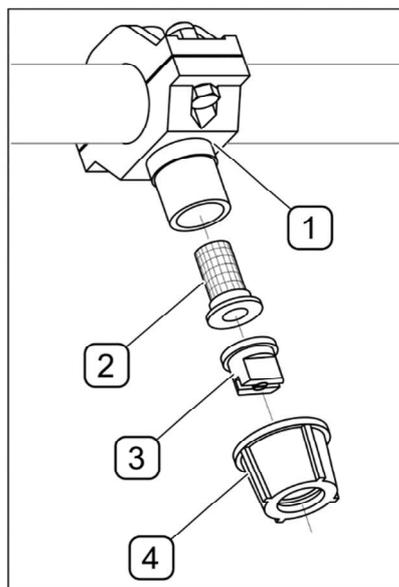

РИСУНОК 5.19Фильтры поливателей
(1) - держатель; (2) - фильтр ; (3) - распылитель; (4) - гайка
В поливальной системе необходимо регулярно контролировать проходимость распылителей и чистоту фильтров (РИСУНОК 5.19). В поливателе имеется сетчатый фильтр (2). Для очистки фильтра необходимо отвинтить гайку (4) вместе с распылителем (3). Фильтр (2) необходимо тщательно промыть или продуть сжатым воздухом. Проверить проходимость распылителя (3). Проверить техническое состояние поливателей и в случае необходимости заменить поврежденные элементы. Перечень элементов поливателей представлен в ТАБЛИЦА 5.6